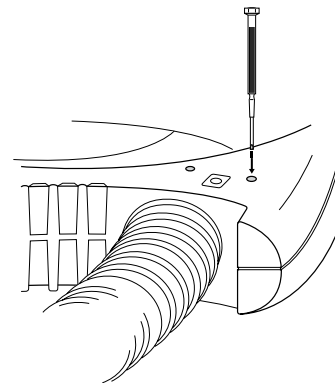

Abbildung 11
6. Während des gesamten Überhitzungstests mit einem kleinen Schraubendreher auf die Überhitzungs-Testtaste (siehe Abb. 11) drücken.